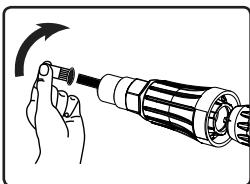
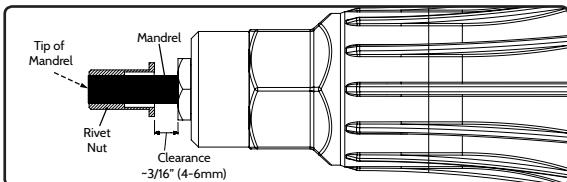

Fig 14
Fig 15
- Engage the drill in clockwise rotation without holding the adaptor and screw on the rivet nut onto the mandrel until it is flush with the tip of the mandrel [Fig 14] and **ENSURE there is a clearance** between the rivet nut and the anvil. [Fig 15]
- *Tournez la perceuse dans le sens des aiguilles d'une montre sans tenir l'adaptateur et vissez l'écrou à sertir sur le mandrin jusqu'à ce qu'il affleure l'extrémité du mandrin [Fig 14] et ASSUREZ-VOUS qu'il y a un jeu entre l'écrou à sertir et l'enclume. [Fig 15]*
- Gire el taladro en el sentido de las agujas del reloj sin sujetar el adaptador y enrosque la tuerca del remache en el mandril hasta que quede al ras con la punta del mandril [FFig 14] y **ASEGÚRESE de que haya una separación** entre la tuerca del remache y el yunque. [Fig 15]